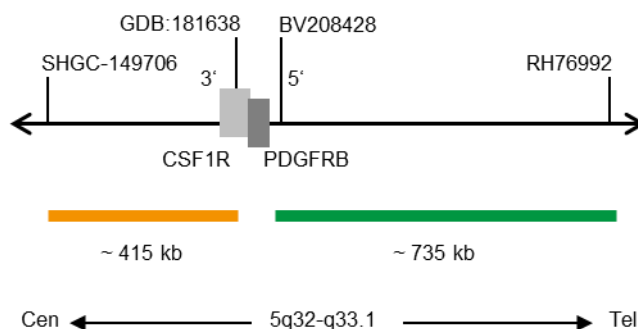

Fig. 1: SPEC PDGFRB Mapa da sonda (sem escala)
- Polinucleótidos (~10.0 ng/μl) com marcação ZyGreen (excitação 503 nm/emissão 528 nm), dirigidos ao mapeamento de sequências alvo em 5q32-q33.1\* (chr5:149,548,518-150,285,722) distais ao ponto de quebra do gene PDGFRB (ver Fig. 1).
- Polinucleótidos (~4.5 ng/μl) com marcação ZyOrange (excitação 547 nm/emissão 572 nm), dirigidos ao mapeamento de sequências alvo em 5q32\* (chr5:149,058,515-149,471,369) proximais ao ponto de quebra do gene PDGFRB (ver Fig. 1).